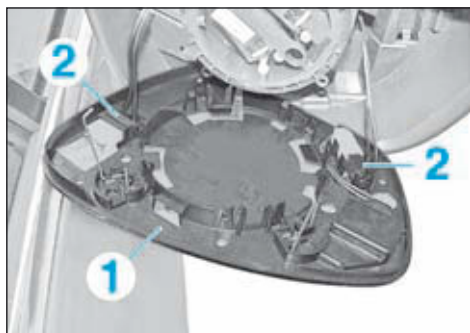

FIG.69
- Dégrafer, à l'aide d'une spatule, la glace de rétroviseur (1) (Fig.69).
- Débrancher les connecteurs (2).
- Déposer la glace de rétroviseur (1).